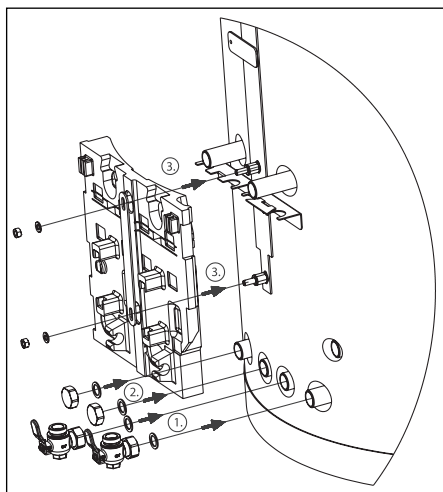

Fig. 9 Montaggio valvole a sfera e isolamento circuiti di riscaldamento
- Collegare con guarnizioni le valvole a sfera G1 al lato destro del serbatoio (Fig. 9 punto 1)
- Collegare i tubi corrugati metallici di lunghezza $L=40$ mm con le guarnizioni al gruppo del circuito di riscaldamento (Fig. 9 punto 1). In seguito agganciare il gruppo al supporto (Punto 2), posizionare la lamiera di sicurezza e fissarla al supporto (Punto 3)